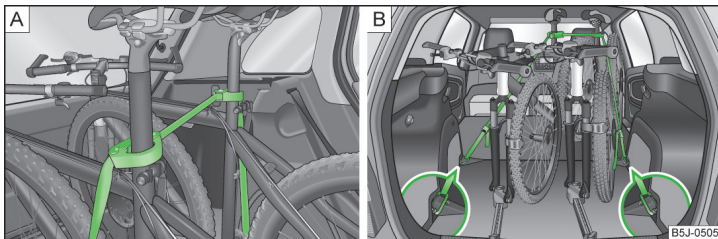

Fig. 76 Asigurarea bicicletelor
- Așezați colierul cu partea din cauciuc spre înainte (în sensul de deplasare) cât mai jos posibil pe tija șeii, și strângeți colierul » fig. 76 - A.
- La transportarea a două biciclete, tensionați cureaua » fig. 76 - A între cele două șei, prin deplasarea prin împingere a unei biciclete față de cealaltă.
- Prindeți carabinele de la capetele curelei în inelele de ancorare ale scaunelor spate » fig. 76 - B.